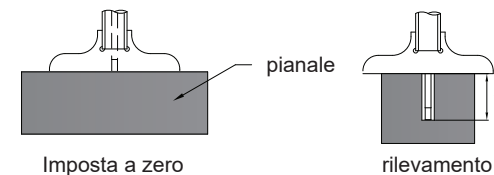

Fig.1
---Installazione della sonda piana o della sonda sferica: la superficie di misurazione della base del profondimetro e la piastra sono completamente fissate, tirare il telaio del righello in modo che la sonda e la piastra sentano il contatto, premere il tasto "0" per impostare lo zero: si può misurare la profondità dell'illustrazione A (Fig.1)